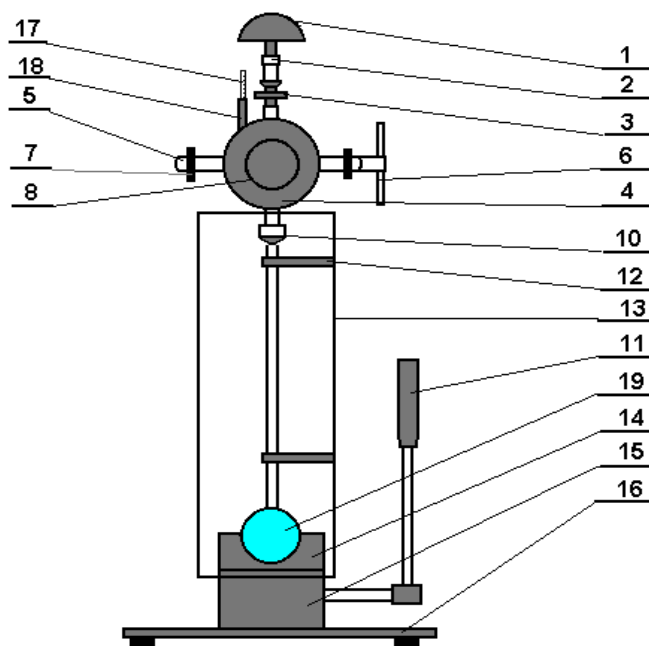

Рис.1 Составные части основного оборудования
Оборудование для определения содержания CO₂, показанное на рис.1 должно быть установлено на горизонтальную плоскость недалеко от источника водоснабжения и канализационного слива в помещении с миним. интенсивностью освещения 300люкс и интенсивностью освещения рабочих шкал оборудования -500люкс.
Оборудование показанное на рис.1 служит для определения содержания растворённого в пиве CO₂ в пивных бутылках типа NRW, EURO вместимостью 0,5 или 0,33л. Перед проведением исследований необходимо визуально убедиться в том что оборудование не имеет механических повреждений. Рукоятку насоса (1) повернуть и зафиксировать в её нижнем положении. Пробоотборный зонд (3) поднять в верхнее положение так, чтобы нижний конец зонда и перфорационной пробоотборной головки оборудования находились в одной плоскости. Перекрыть оба шаровых крана (5) и (7). Поместить на центровочную площадку (14) оборудования укупоренную жестяную пробкой бутылку с пивом. Потянув на себя ручку-рычаг (11) поднять бутылку на такую высоту, чтобы горловина бутылки находилась вплотную с пробоотборной головкой (10), и с целью устранения влияния кривизны самой бутылки повернуть её в такое положение, чтобы центр бутылки находился напротив острия игы пробоотборного зонда. После этого, повернуть ручку-рычаг (11) на себя до конца. Тем самым горловина бутылки будет вплотную прижата к резиновой прокладке перфорационной головки и произойдёт перфорация укупорочной пробки на бутылке. Опустить зонд в его нижнее положение (нижняя кромка зонда будет находиться в самой нижней части бутылки). Повернув рукоятку (1) снять её с зафиксированного положения и потянув за рукоятку вверх установить в верхнем положении. Тем самым произойдёт заполнение насоса пивом. После этого нажать резко на рукоятку до конца. В результате произойдёт резкий впрыск тонкой струи пива в запоненную пивом бутылку, вследст-
Бюрету (4.) вместе со штативом для бюретки (3.) осторожно вынуть из транспортной упаковки. Штатив установить на ровную плоскость рядом с основным оборудованием для измерения CO₂. Подсоединить трубку, идущую от шарового крана (7) основного оборудования (см.рис.1) к бюретке (4.7.). Последовательность выполнения операций приведена в разделе (2.0) настоящей Инструкции.
Весь объём воздуха из горловины бутылки может быть вытеснен при помощи пивной пены. Для образования пены необходимо выполнить последовательно операции описанные в разделе (5.0) настоящей Инструкции. После того как зонд (3) показанный на рис. 1 будет введен в бутылку с пивом, поворотом рукоятки насоса (1) снять её с зафиксированного положения и вытянуть вверх рукоятку насоса на 1/5 хода поршня насоса. После этого резко нажать на рукоятку насоса до упора и зафиксировать её в нижнем положении. Осторожно приоткрывая (см. рис. 1) шаровый кран (7) выпустить из бутылки за счёт вытеснения пеной весь воздух через трубку подсоединённую к бюрете. В тот момент когда пивная пена достигнет по уровню края горловины бутылки и начнёт поступать в трубку необходимо перекрыть кран (7). После того как весь CO₂ поступивший в бюрету прореагирует с КОН, установившийся на шкале бюреты уровень будет соответствовать объёму остаточного воздуха который был в горловине бутылки. Шкала бюреты оттарирована в „мл“. Значение константы т.н. „мёртвого пространства“ бюреты, которое установлено Изготовителем (её значение равно 1,5мл.) необходимо приплюсовать к измеренному объёму.